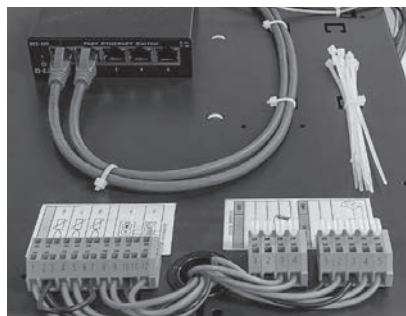

Fig. 137 Collegamento alle morsettiere (morsetti senza viti con molla a gabbia)
- I morsetti di collegamento (morsetti senza viti con molla a gabbia) si trovano sul coperchio del quadro di comando – Fig. 137.